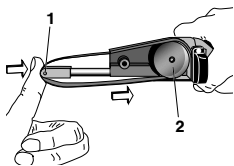

Fig. 4
1. Axial auf die Spannrolle **1** (Fig. 4) drücken und Schleifband von der Antriebsrolle (2) abnehmen.
2. Neues Schleifband zuerst um die Spannrolle (1) legen. Dann Spannrolle nach hinten drücken und Band über die Antriebsrolle (2) legen.